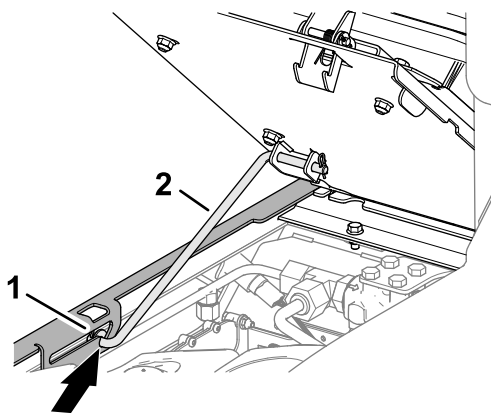

図 101
3. 支え棒をロッドガイドプレートのスロットの固定穴に確実に嵌める 図 101。